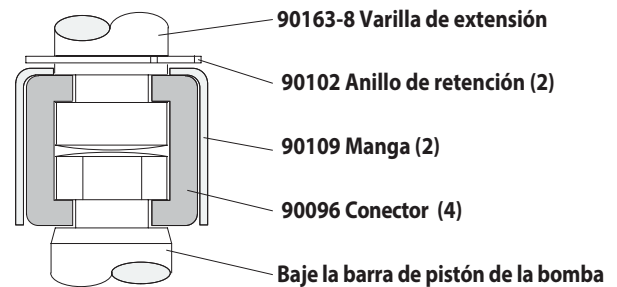

Figura 2
- Utilizando pinzas de anillo e, deslice el anillo de retención lo suficiente como para permitir la manga para moverse hacia arriba y suelte los dos conectores (ver figura 2). Ponga a un lado el motor de aire.